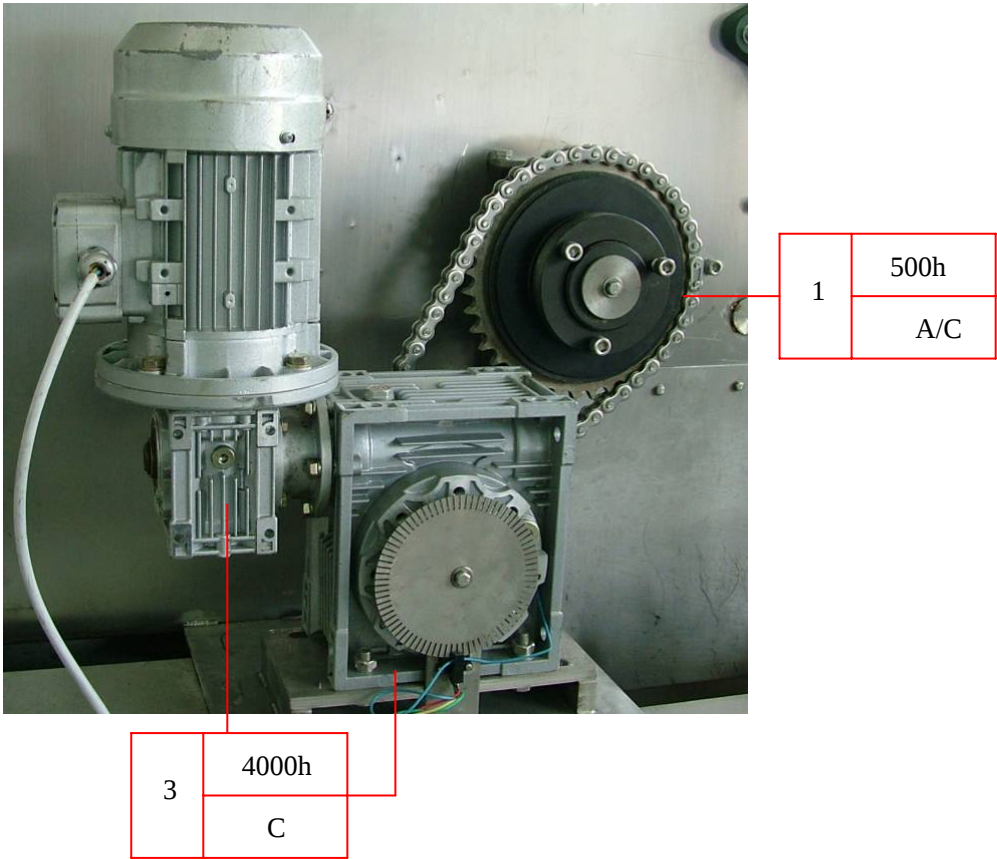

图 6-2
6.3.5.1 链条传动付（见图 6-2）
6.3.5.1 网带轴承座(4 处) (见图 6-2)
6.3.5.3 双蜗轮减速箱 (见图 6-2)